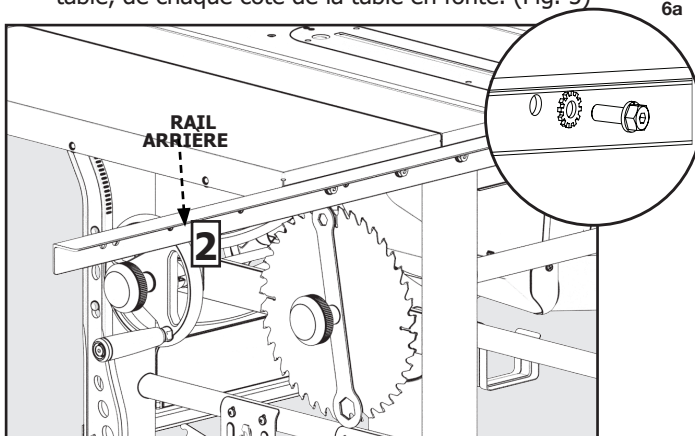

FIGURE 6
2. Fixez le rail arrière (2) à l'arrière de la table à l'aide de deux vis à tête plate (5/16-18 x 7/8") avec rondelle à ressort et de deux écrous à bride hex. (5/16-18). (Fig. 6) Une rondelle de mise à la terre plate crantée ((5/16-18) doit être installée